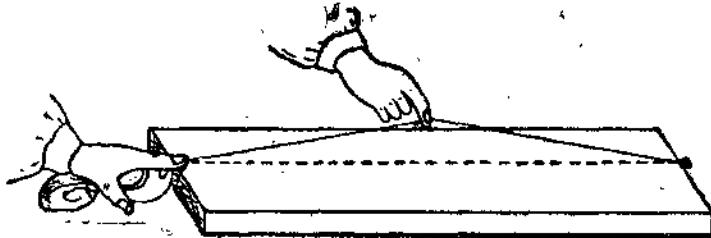

图19. 弹线姿势
**(二) 墨斗的用法。**使用墨斗的姿势，是用左手握墨斗的中部，右手把“定針”扎在材料的点綫橫斷面上，随着就用竹笔押着墨斗里的綿綿，让挤出来的墨汁浸湿了墨綫，当墨斗拖到另一端的点綫时，伸出左手食指把墨綫安在点上，同时要把墨綫绷紧。墨綫绷紧后，用右手拇指和食指提起墨綫，利用墨綫的彈力，把墨汁彈到材料上，墨綫绷的越紧，彈出的綫越明显，但提起的方向，必須垂直，否則彈出的墨綫就要有弧度。彈完之后，用右手旋转搖把将墨綫繞回綫輪上，彈綫姿勢如图19所示。